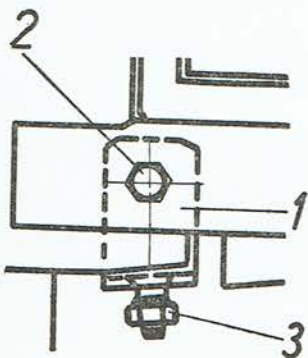

Abb. 146
12. Auf der linken Seite des Fahrerhauses ist ein Winkeleisen (Abb. 146/1) mittels Schraube
M 8×20 (Abb. 146/2), Unterlagscheibe $\varnothing 8,2$ und Mutter M 8 zu befestigen.
13. Übereinstimmend mit zwei Bohrungen im Winkeleisen sind im Kotflügel Bohrungen $\varnothing 8,2$ auszubohren und das Winkeleisen ist mit zwei Schrauben M 8×20, der elastischen Unterlagscheibe $\varnothing 8,2$ und der Mutter M 8 (Abb. 146/3) am Kotflügel anzuschrauben.